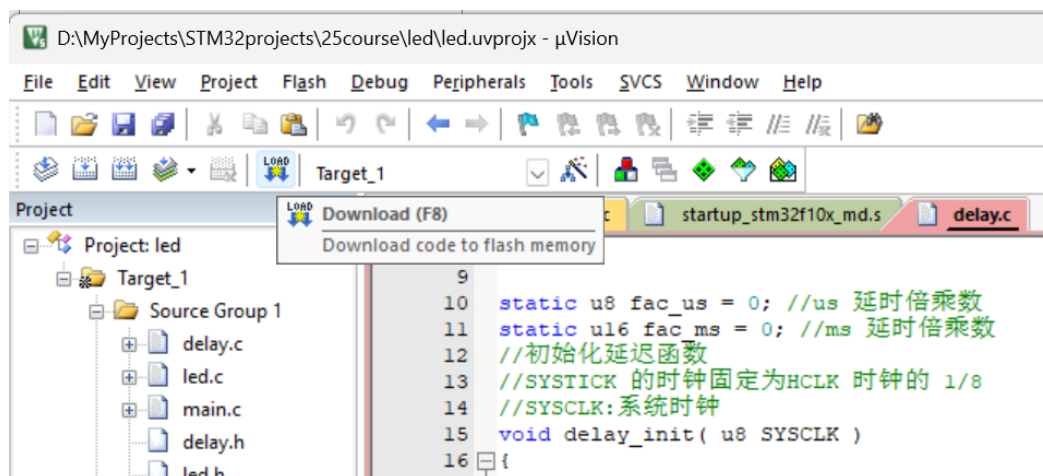

图 1-11 下载程序
- 3) 点击 Download 将程序下载到 STM32 开发板中，即可观察到开发板程序运行（如按照教程勾选“Reset and Run”）如图 1-11 所示。也可以将 STM32 开发板重新上电或者按下复位按钮让刚才下载的程序重新运行。